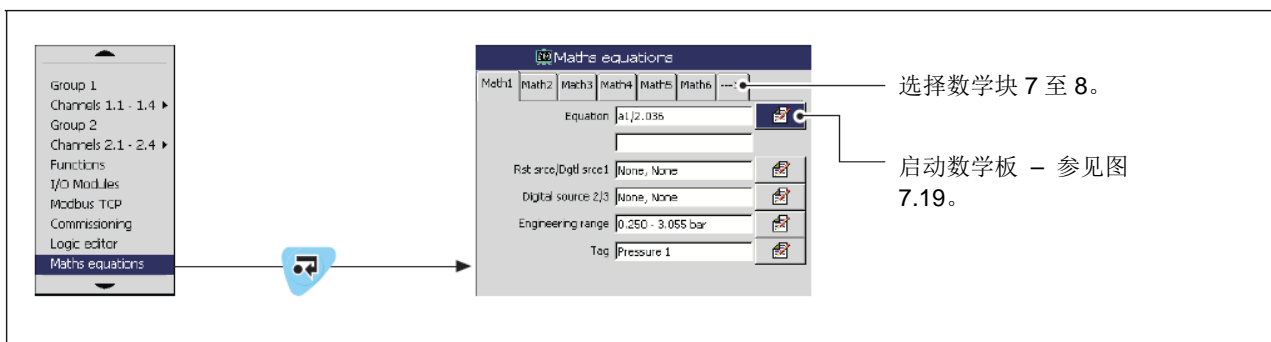

图 7.18 启用数学块编辑器（数学板）
- 用“数学板”最多可单独配置 8 个数学方程式 – 参见图 7.18